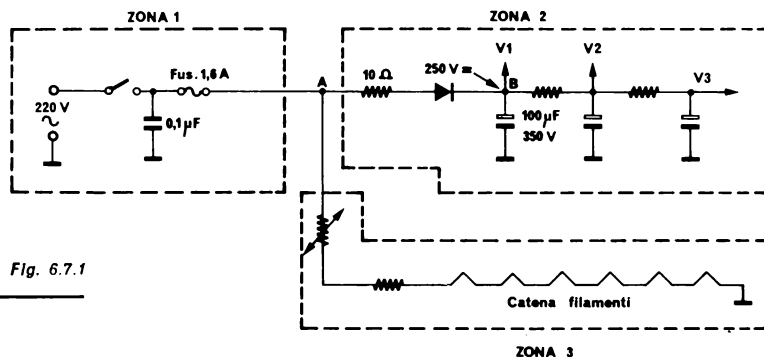

Fig. 6.7.1
6.7.1 Sezione 1 - Alimentazione (Fig. 6.7.1)